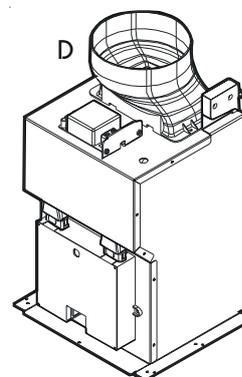

Рис. 1
- В режиме воздухоотвода воздух отводится в атмосферу по трубе, которую необходимо соединить с вытяжным патрубком **D**, **рис. 1**.